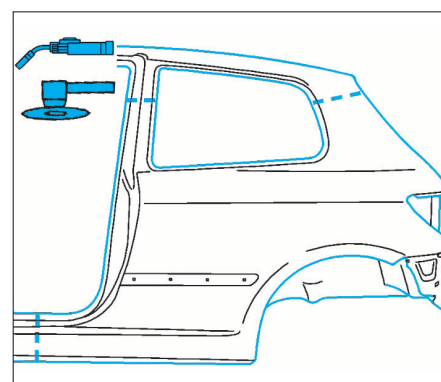

FIG. 123
- Procéder au soudage (Fig.123 à 126) au MIG ou avec une pointuse électrique puis meuler.